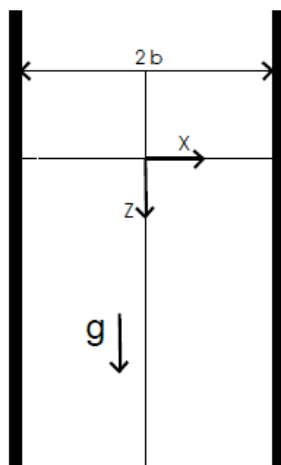

Fig. 2: Escoamento entre placas
6. Um liquido viscoso com massa especifica e viscosidade constante escoar entre duas placas fixas devido a gravidade. As placas tem a distância de Grupo 1: b, Grupo 2: 2b, Grupo 3: 3b, Grupo 4: 4b e o escoamento é totalmente desenvolvido com a componente de velocidade w em direção do eixo z. O escoamento assim somente depende de x ($\vec{U} = [0, 0, w(x)]$). Não há gradientes de pressão no sistema. Determine a equação do perfil de velocidade passo a passo e com justificativas e desenha o mesmo na Fig. 2 (gráfico profissional).